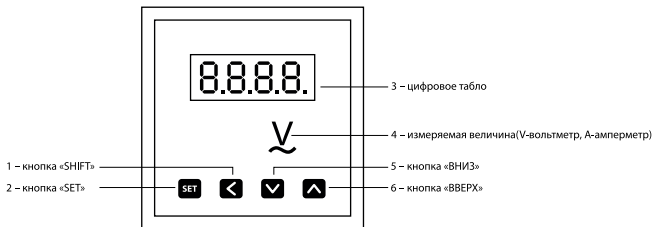

Рисунок 6. Внешний вид дисплея и управляющих кнопок
3.1. При включении прибора в сеть на дисплее отображается измеряемое напряжение или ток. Для начала программирования необходимо нажать на кнопку **SET** (см. рисунок 6).